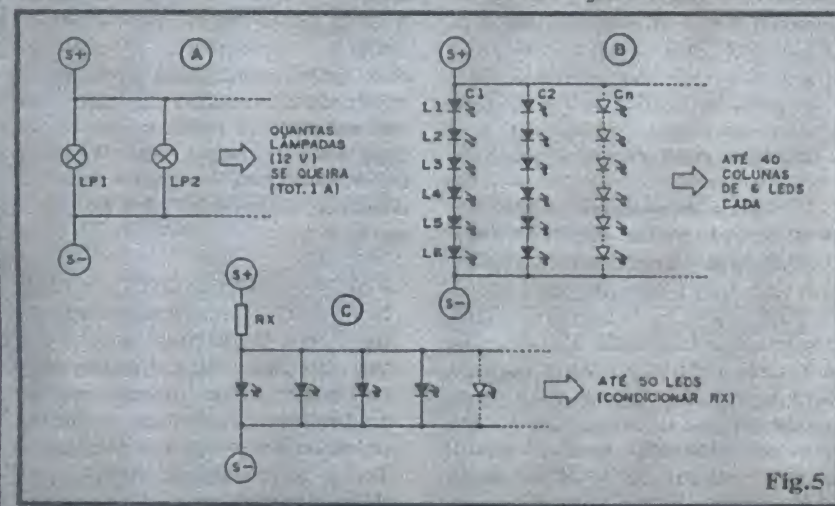

Fig.5
- FIG. 5 - UTILIZANDO OS TERMINAIS DE SAÍDA DO MORLUC - Sempre lembrando que os terminais de Saída são polarizados (S+ e S-), o diagrama traz algumas propostas básicas para os arranjos luminosos coman-